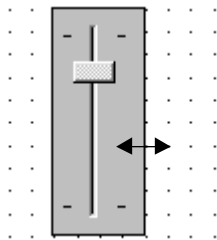
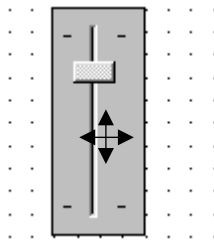

Abb. 3.25a: Dehnen
Abb. 3.25b: Schieben
2. Bewegen Sie den Mauszeiger an den Rand des Bedienelements (siehe Abb. 3.25a) und variieren Sie mit gedrückter linker Maustaste die Größe. Wenn Sie die Position eines Bedienelements verändern möchten, bewegen Sie den Mauszeiger in das Bedienelement (siehe Abb. 3.25b) und schieben mit gedrückter linker Maustaste das Bedienelement an die gewünschte Position.